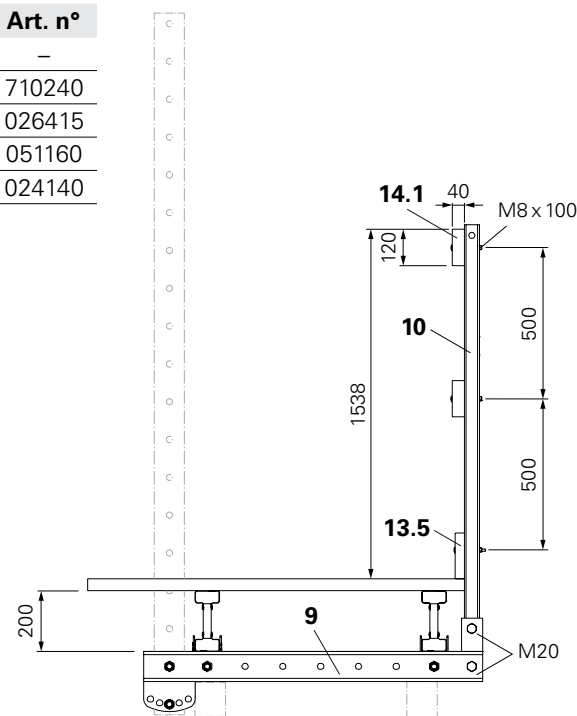

Fig. A1.20
1. Allentare e rimuovere le 2 viti con i rispettivi dadi M20 dal supporto del traverso impalcato (9).
2. Fissare il montante parapetto (10) al traverso (9) con le 2 viti e i 2 dadi M20. (Fig. A1.20)
4. Unire il montante parapetto alla tavola con viti M8 x 100 e dadi M8. (Fig. A1.20)
Il montaggio è identico a quello descritto per la passerella inferiore; v. A1.4 nella pagina precedente. (Fig. A1.20 + A1.21)
In alternativa alle tavole >40 x 120 mm è possibile utilizzare anche tubi per impalcatura. (Fig. A1.20)